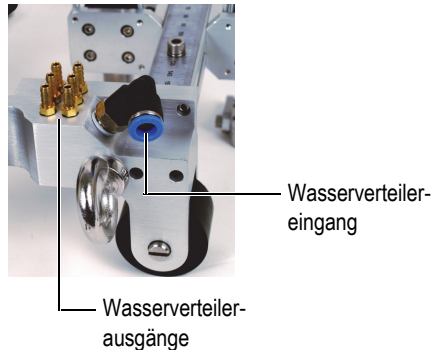

Abbildung 3-2 Wasserverteiler, Details
5. Verbinden Sie den Wasserschlauch von der Wasserquelle mit dem Eingang des Verteilers am Scanners (Abbildung 3-2 auf Seite 64).
6. Verbinden Sie die Koppelmittelschläuche von den Verteilerausgängen mit den Vorlaufkeileingängen (Abbildung 3-2 auf Seite 64).